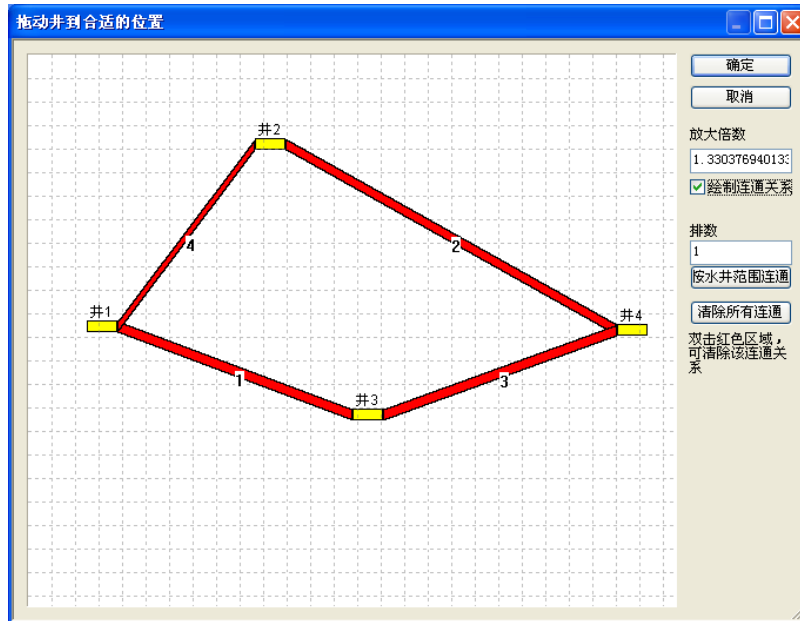

图 99
e. 同样的方法将需要连通的井连接。（如图 99）连通剖面中的 1、2、3……表示连通的叠加排数，1 排在最下边，依次 2 排压 1 排、3 排压 2 排……连接完毕后单击 即可。